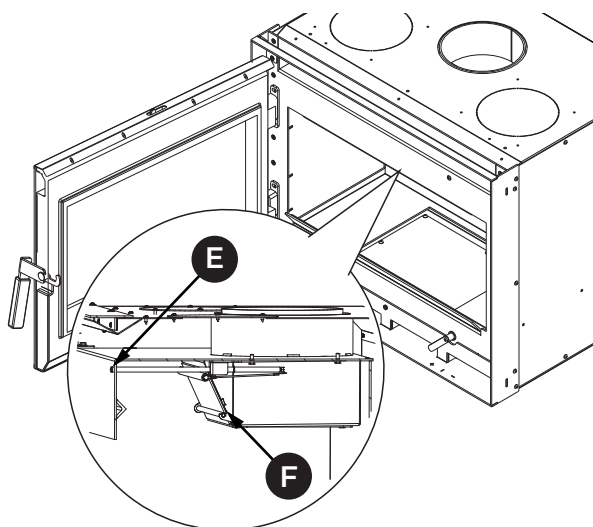

Fig. 8.3
Il camino viene fornito con la valvola di bypass (F) già regolata in battuta sulla scatola (Fig. 8.3). Qualora la regolazione non sia adeguata, ritrarre la valvola in modo da ottenere una buona combustione.
3	Allentare la vite (E) al fine di posizionare in battuta valvola bypass (F) sulla scatola (Fig. 8.3)